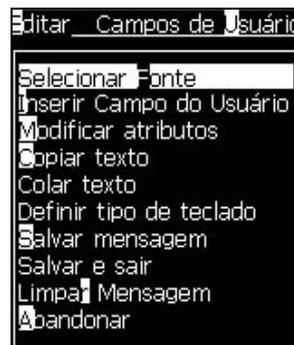

Figura 5-48: Menu Editor
- 1 Pressione as teclas *Alt + E*, ou pressione *F1*. O menu *Editor* aparece (veja Figura 5-48).